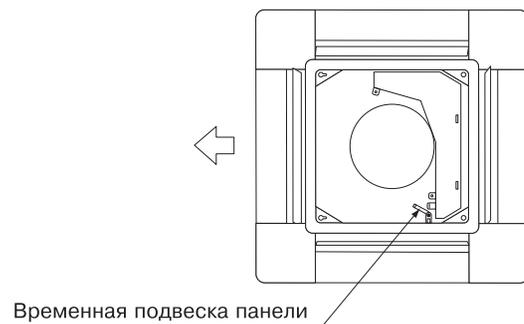

Рис. 4
- 3 Подвиньте панель в направлении стрелки, вставив временно вернутые винты в 2 крепежных отверстия (части в форме "U"). (См. рис. 4)